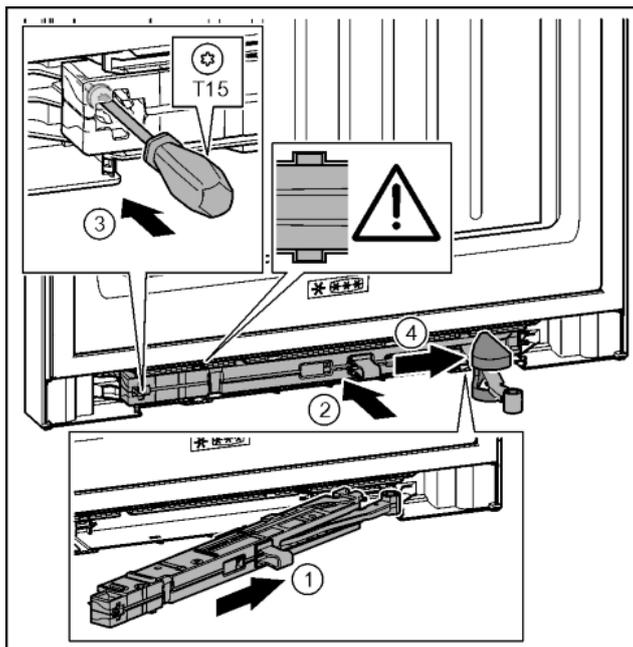

Fig. 42
- ▶ Gurnite jedinicu prigušivača zatvaranja na strani podloška ležaja do graničnika koso u otvor. *Fig. 42 (1)*
- ▶ Gurnite jedinicu prigušivača zatvaranja u potpunosti u otvor. *Fig. 42 (2)*
- ▶ Odvijačem T15 čvrsto pritegnite vijak. *Fig. 42 (3)*
- ▶ Gurnite pokrov preko zgloba. *Fig. 42 (4)*